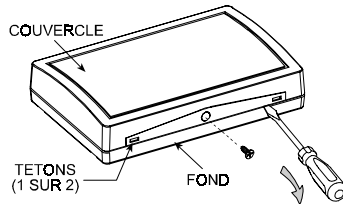

Figure 6. Extraire le Couvercle du Fond
A. Dévisser et enlever la vis de fermeture du boîtier (voir Fig. 6).